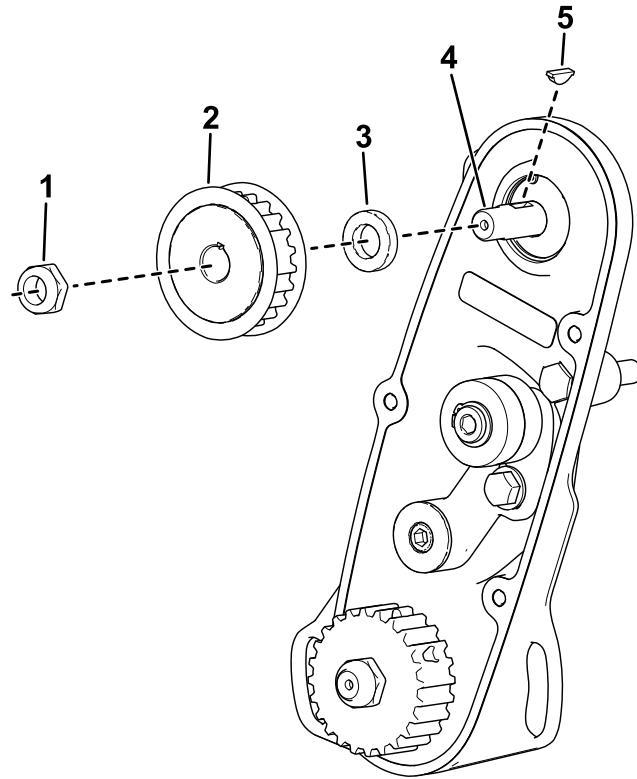

Figura 6
- Instale el espaciador (Figura 6).
- Instale la chaveta en la ranura del árbol de transmisión (Figura 6).
- Instale la polea (Figura 6).
- Utilice la tuerca para fijar el nuevo árbol de transmisión del molinete al conjunto (Figura 6).